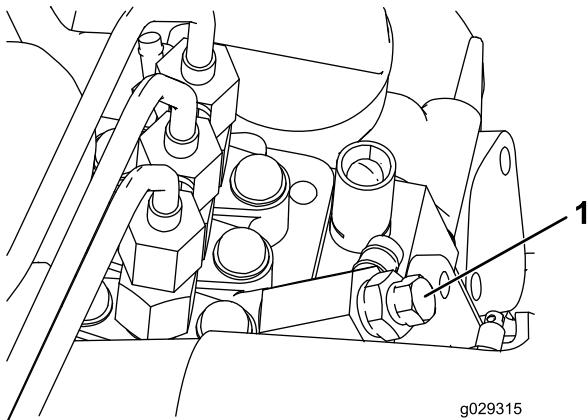

Figura 30
3. Aprite la vite di sfiato sulla pompa d'iniezione (Figura 30).